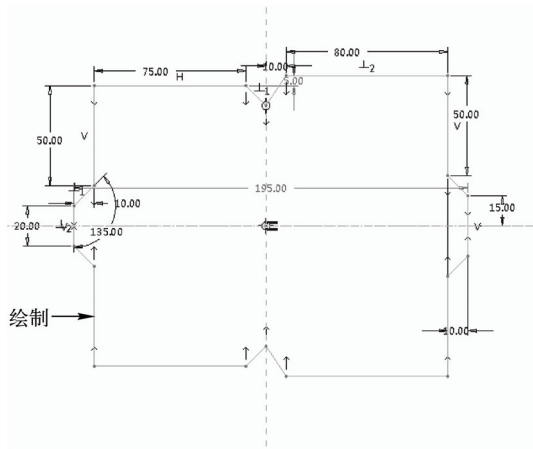

图 16-4 绘制草绘截面一
STEP 03 弹出“草绘”对话框，在绘图区中选择“RIGHT”基准平面作为草绘平面，接受默认的草绘视图方向和参考，单击“草绘”按钮，进入草绘环境，单击“草绘”选项卡中的相应按钮，绘制草绘截面，如图 16-4 所示。